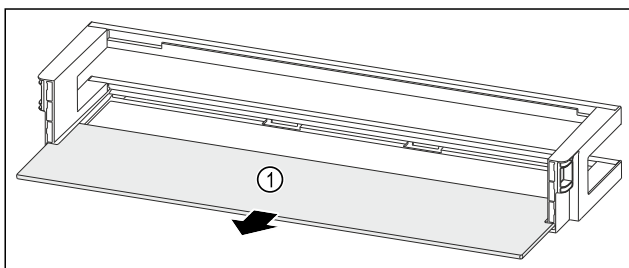

Fig. 238 Türabsteller mit Abstellfläche
- ▶ Abstellfläche Fig. 238 (1) entnehmen.